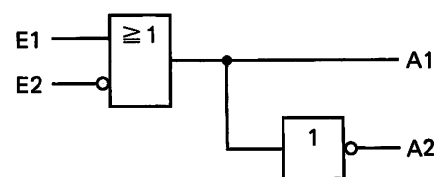

Bild F9.1
6. Zeichnen Sie für die Schaltung in Bild F9.1 den Kontaktplan.